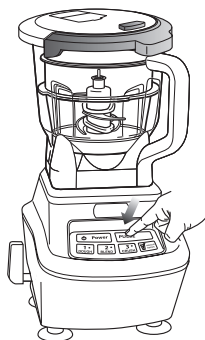

Fig. 5
- 8 Choisissez la vitesse correspondant à vos besoins. Pour de meilleurs résultats, appuyez brièvement sur la touche d'impulsion « Pulse » à quelques reprises. (Fig. 5)